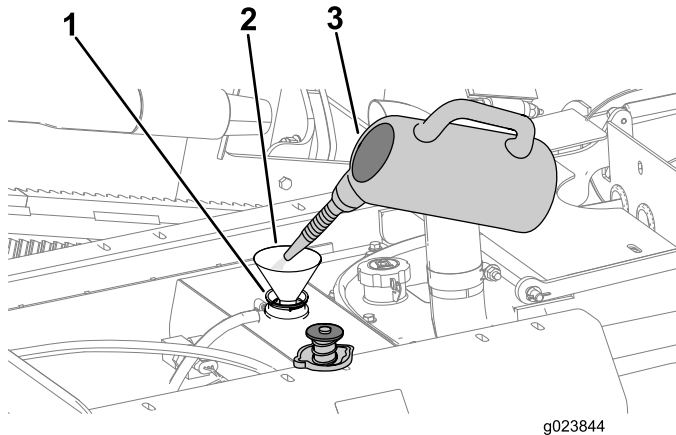

Figura 109
- B. Añada una solución de limpieza para sistemas de refrigeración al radiador por el cuello de llenado (Figura 109).